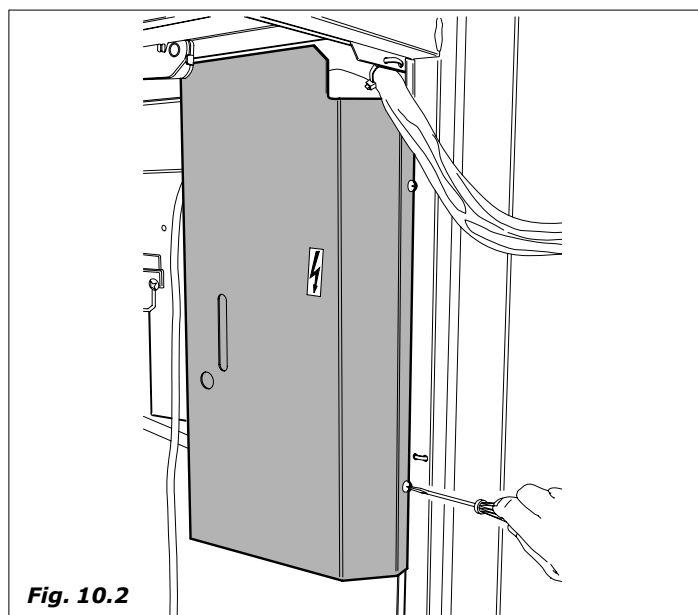

Fig. 10.2
- Smontare il carter di riparo della scheda di potenza sull'Antares (Fig. 10.2).